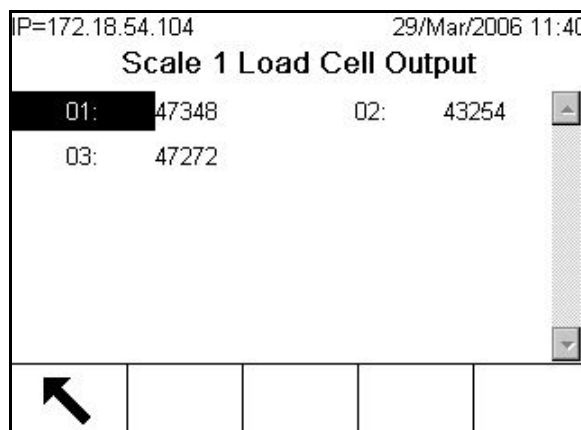

Figura 3-18: Schermata dell'uscita della cella di carico
- Load Cell Output (Output cella di carico): visualizza l'uscita corrente della cella di carico (peso attivo) della bilancia (Figura 3-18). I numeri sulla bilancia in basso sono dotati di indirizzi della cella di carico per ogni uscita. Per le celle di carico digitali, verranno visualizzati i conteggi delle singole celle. I conteggi delle singole celle rappresentano il primo risultato delle celle di carico, che l'indicatore traduce in peso mediante calcolo, utilizzando le informazioni acquisite con il processo di taratura.